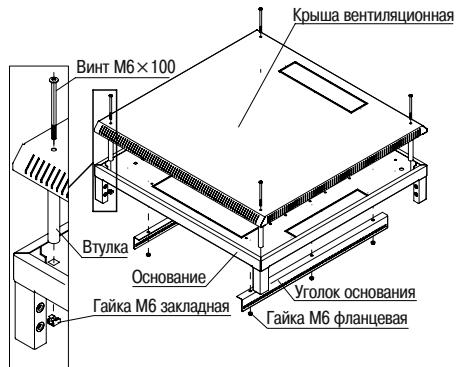
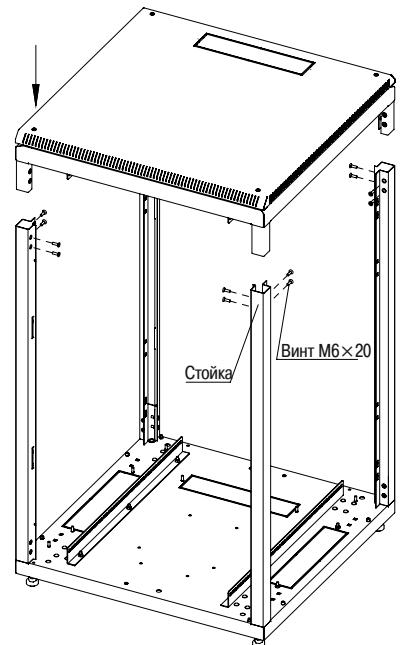

Рисунок 2 – Верхнее основание
Рисунок 4 – Установка «основания-крыши»
3.1.2 Соедините и закрепите верхнее основание с крышей вентиляционной с помощью винтов M6×100 и втулок, для этого вначале установите закладные гайки M6 на верхнем основании, затем вкрутите винты M6×100 в гайку M6 через втулку (рисунок 2). Установите уголки основания на верхнем основании по аналогии с предыдущим пунктом (рисунок 2).
3.1.4 Вставьте в установленные стойки собранный узел «основание-крыша» (рисунок 2), закрепите винтами (рисунок 4).